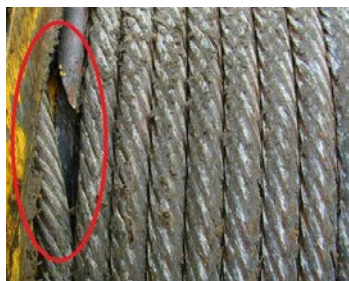

Abb. 50 - Eintritt des Seils auf der Trommel
- Der Seileintritt auf der Trommel muss übergangslos erfolgen, da die allererste Seilwindung sehr eng an dem Trommelflansch anliegen muss. Vermeiden Sie scharfe Kanten in diesem Bereich! (siehe Abb. 50)